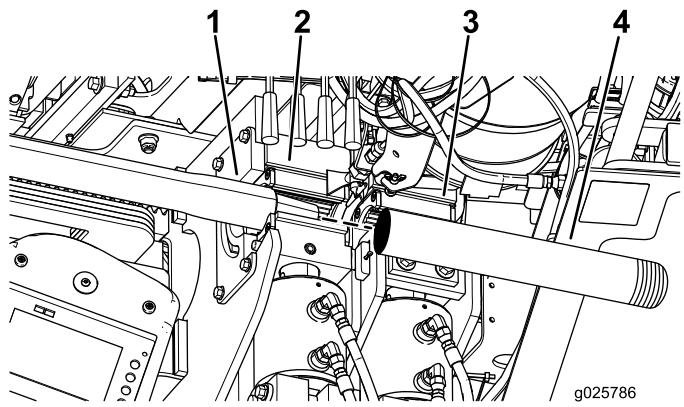

Figure 51
- Ramenez la tige et la barre avant dans le guide-tige et dans les clés, en alignant le joint supérieur épais de la barre sur la clé supérieure (Figure 51).